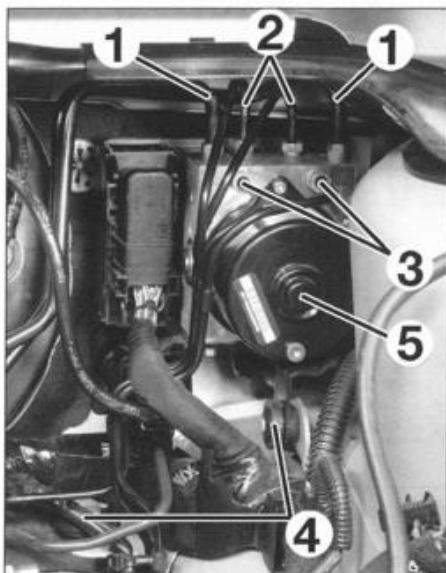

FIG. 26
- las tuberías (1) en el cilindro principal y el bloque hidráulico ABS (fig. 26).
- las tuberías (2) de los frenos delanteros en el bloque hidráulico ABS y su rácor.
- las tuberías (3) de los frenos traseros en el bloque hidráulico ABS y su rácor.